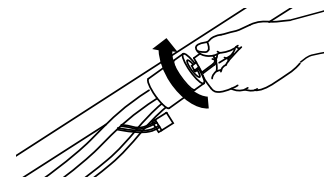
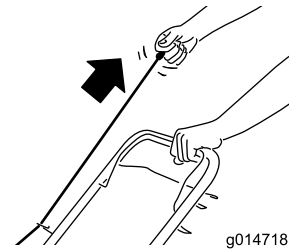

Bild 15
Bild 16
2. Drehen Sie den Zündschlüssel (nur Modelle mit Elektrostart, siehe Bild 15) oder ziehen Sie am Rücklaufstartergriff (Bild 16).